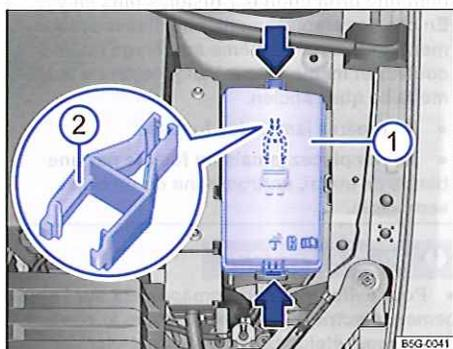

Fig. 248 Dans le compartiment-moteur : cache 1 de la boîte à fusibles avec pince en plastique 2
- Poussez les touches de verrouillage dans le sens des flèches pour déverrouiller le cache de la boîte à fusibles ⇒ fig. 248 ①.